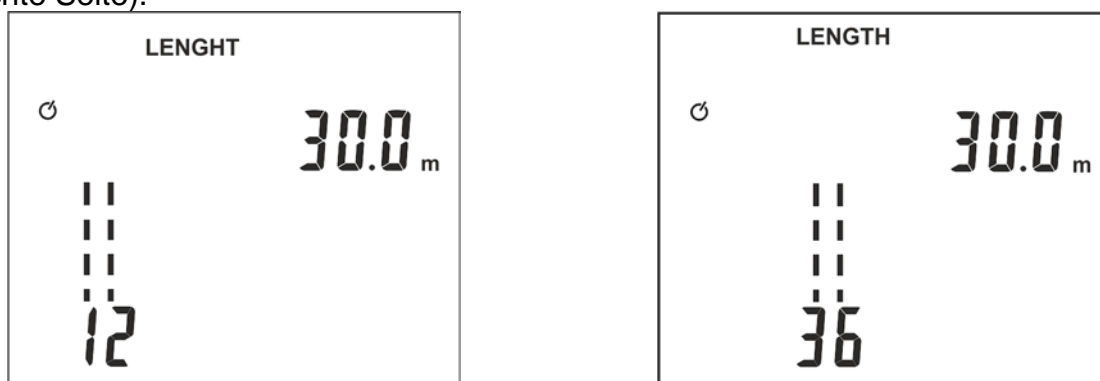

Abb. 14: Ergebnisse der Messung der Kabellänge
1. Drücken Sie die Taste und schalten Sie damit das Gerät ein. ①
6. Drücken Sie die Taste **TEST/←** zur Messung der Länge des Paares "1-2" für Kabel RJ45 und RJ11 (siehe Abb. 14 – linke Seite) oder für COAX Kabel (siehe Abb. 14 – rechte Seite).